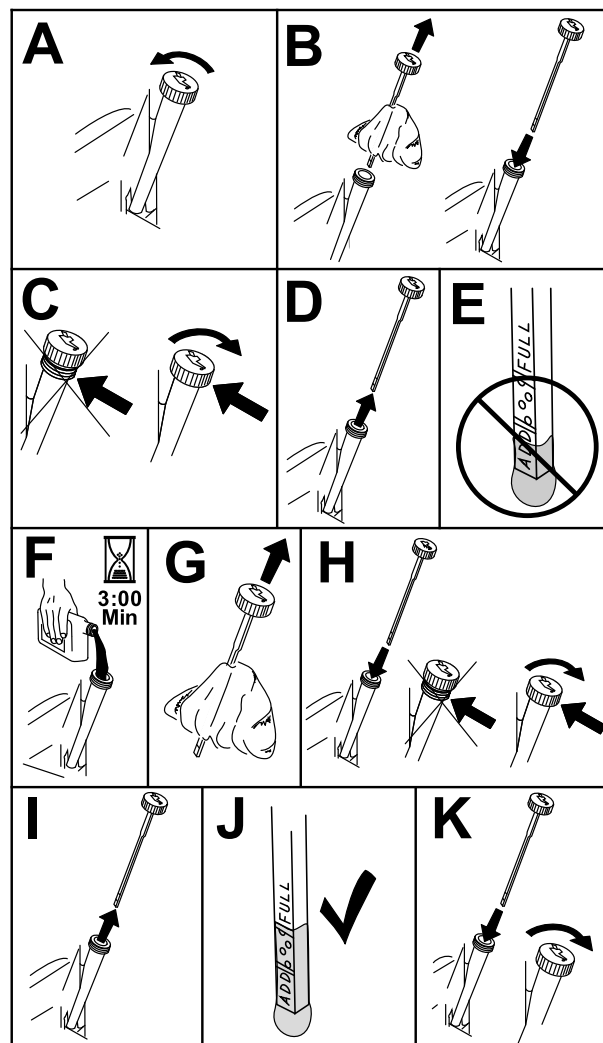

図 35
3. エンジン内部に異物が入らないように、オイルキャップやディップスティックの周囲をきれいに 図 35。